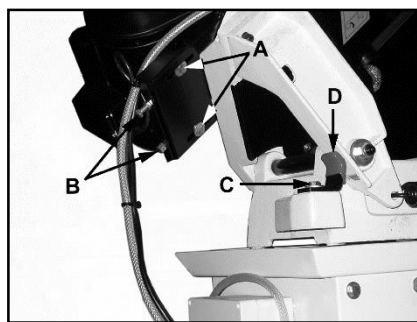

Рис. 7
Открутите шестигранные винты (А, Рис. 7).
Открутите болт (С, Рис. 7) со скобы блокировки пильной рамы (D).